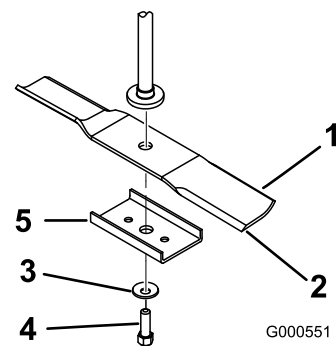

Figure 57
2. Enlevez de l'axe le boulon de lame, la rondelle bombée, le renfort de lame et la lame (Figure 57).
1. Placez la lame sur l'axe (Figure 57).
2. Montez le renfort, la rondelle bombée (face concave vers la lame) et le boulon de lame (Figure 57).